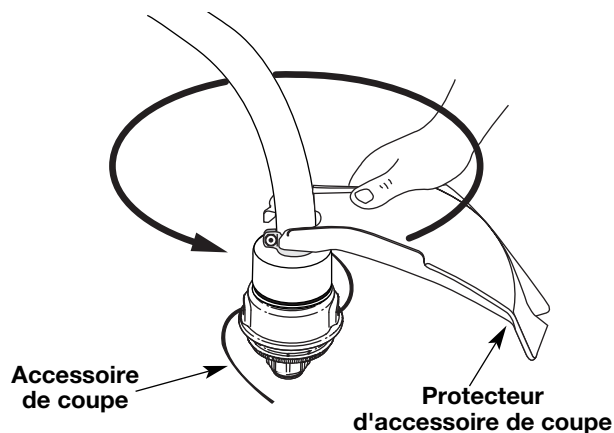

Fig. 4
2. Poussez le protecteur d'accessoire de coupe vers le dessus de l'accessoire et tournez-le à 180 degrés. Alignez les quatre trous à vis et emboîtez le protecteur d'accessoire de coupe dans la poche encastrée (Fig. 4).